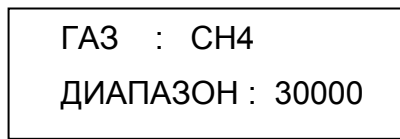

Рисунок 2.3.1
- диапазон его индикации, пример показан на рис. 2.3.1